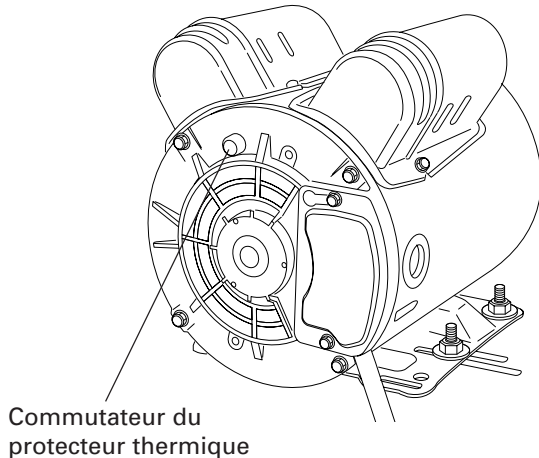

Fig. 8
- (2) Si le cordon prolongateur n'est pas conforme aux spécifications données à la page 21 et 22, le remplacer par un cordon prolongateur comme ceux montrés à la page 21 et 22. Si la capacité de l'alimentation secteur est insuffisante, augmenter la capacité pour éliminer la cause d'un flux de courant excessif (surintensité).
- (3) Attendre environ 5 minutes, puis appuyer sur le commutateur de réinitialisation du protecteur thermique (Fig. 8).
- (4) Démarrer. Si le moteur s'arrête à nouveau pendant le fonctionnement, contacter le centre de service.